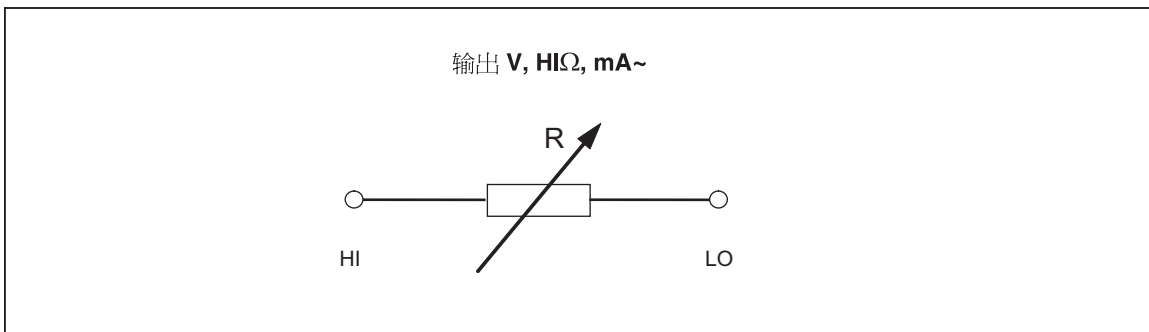

图 1. 简化的高电阻源示意图
5. 在确认设定值和连接正确无误后，请按 ，将 UUT 连接到所选择的电阻。图 1 所示为连接简图。